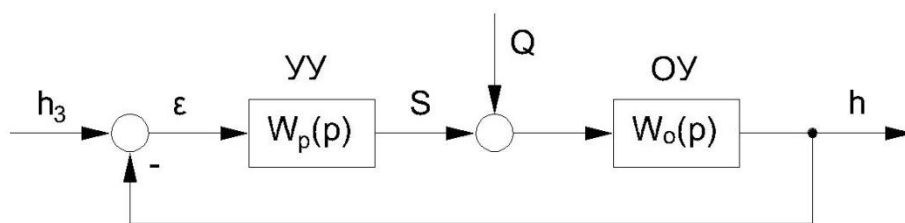

Рис. 1.1. Структурная схема системы регулирования уровня пульпы
В настоящей работе знакомство с возможностями цифрового имитационного моделирования средствами SIMULINK осуществляется на примере простейшей замкнутой системы регулирования уровня пульпы во флотомашине, включающей объект управления (ОУ), представленный в виде инерционного звена 1-го порядка с запаздыванием и управляющее устройство (УУ), представляющее ПИ-регулятор (рис. 1.1). Подробнее замкнутые системы регулирования рассматриваются в лабораторной работе №9.
13. Собрать схему модели, соответствующую алгоритмической структурной схеме (см. рис. 1.1), используя созданные ранее модели объекта управления и ПИ-регулятора
8. Изобразите расчетную схему модели SIMULINK для автоматической системы регулирования уровня пульпы во флотомашине (см. рис. 1.1).